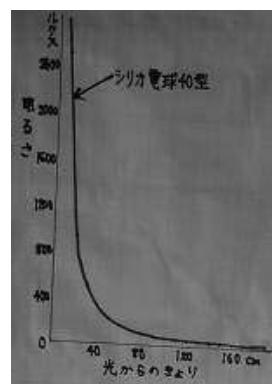

図5 光からのきよりと明るさ
【結果と考察④】（表2・3, 図5・6）
- ・LED電球はシリカ電球より効果的に明るさを発している（表2→図5・6）。